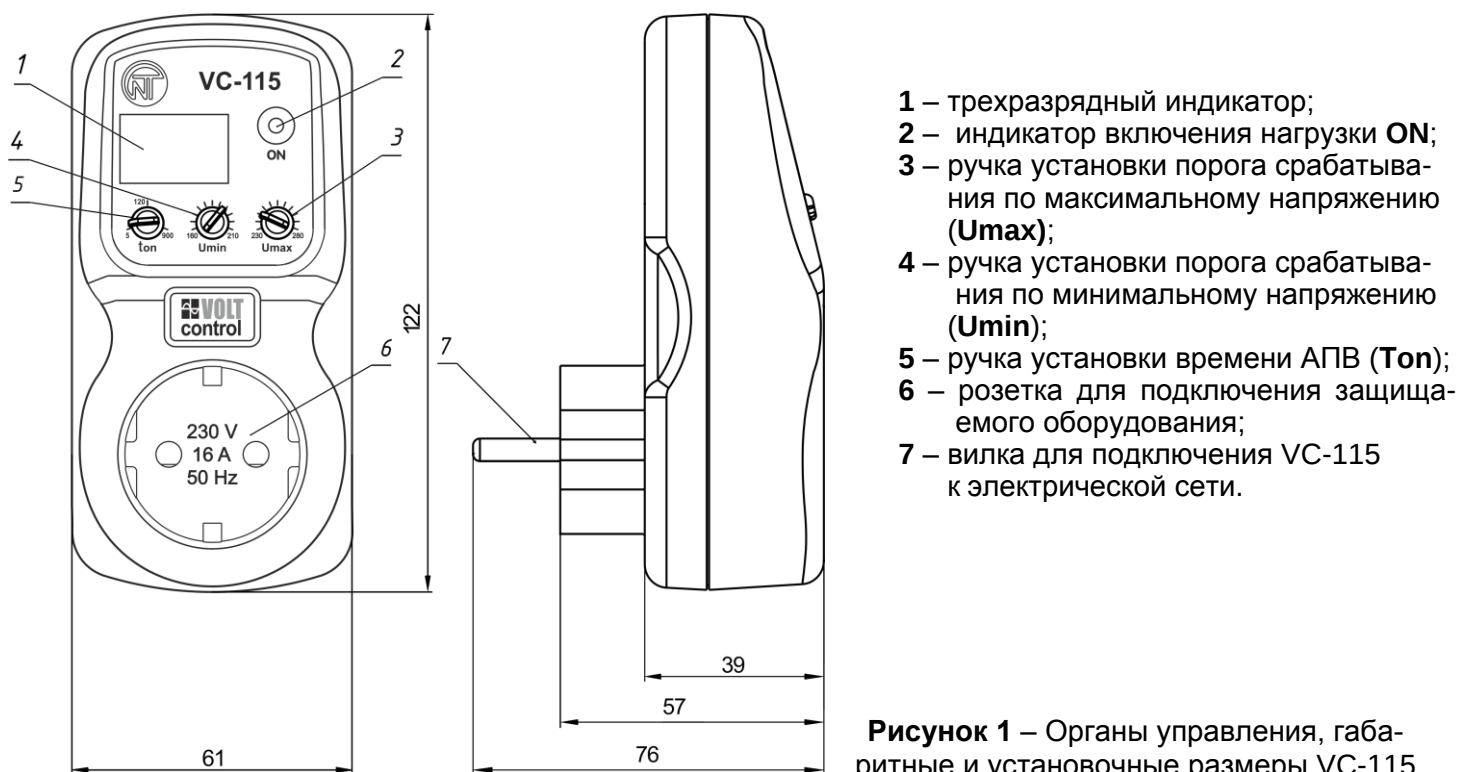

Рисунок 1 – Органы управления, габаритные и установочные размеры VC-115
Габаритные размеры (рис.1), Н*В*L, мм	122,5*61*76,4
3.1.4 Включить VC-115 в сетевую розетку. На трехразрядном индикаторе (поз. 6 рис. 1) кратковременно появится надпись “5tA”, а затем изделие перейдет в состояние **Индикация времени АПВ** (состояние **Индикация времени АПВ** описано в п. 3.2.1.3).
3.1.5 При необходимости, установить уточненные значения порогов срабатывания изделия по минимальному и максимальному напряжениям, а также время АПВ. При вращении ручек на трехразрядный индикатор (поз. 6 рис. 1) выводится значение соответствующего параметра одновременно с миганием точек.
3.1.6 Подключить защищаемое оборудование к розетке изделия (поз. 3 рис. 1).
3.2.1.1 Изделие находится в состоянии **Нормальная работа**, если напряжение сети находится в заданных пользователем пределах и истекло время АПВ. В этом состоянии защищаемое оборудование подключено к сети, горит индикатор включения нагрузки **ВКЛ НАГРУЗКИ** (поз. 1 рис. 1), а на трехразрядном индикаторе (поз. 6 рис. 1) отображается значение контролируемого напряжения.